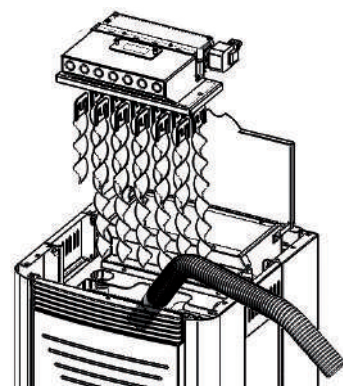

Fig. 11
- Sollevare il Kit Thermoventil, estrarre i turbolatori e rimuovere i residui all'interno della struttura; (Fig. 11)